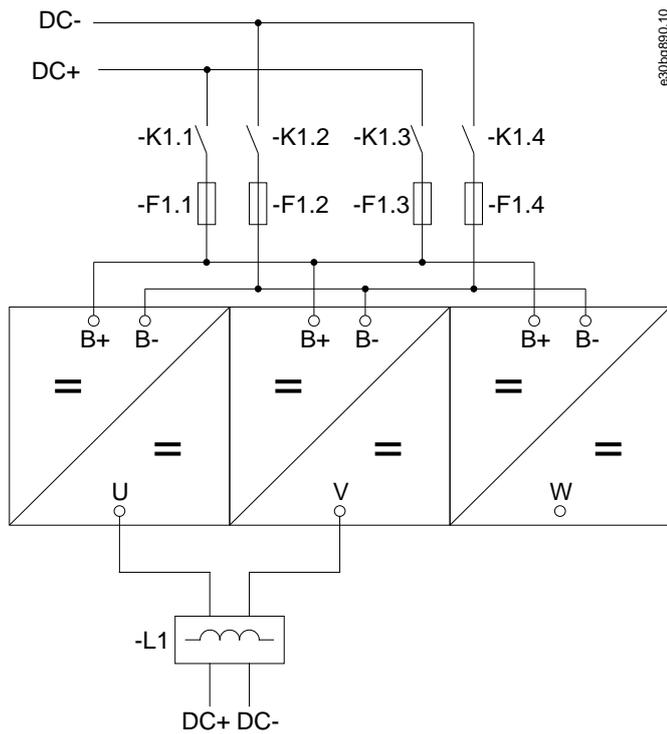

図 28: 入力ヒューズ付き（4 点）筐体サイズ CH64 の基本配線図
- NXP1370、筐体サイズ CH64、図 28 をご参照ください。
- NXP0820～NXP1500、筐体サイズ CH64、図 28 をご参照ください。